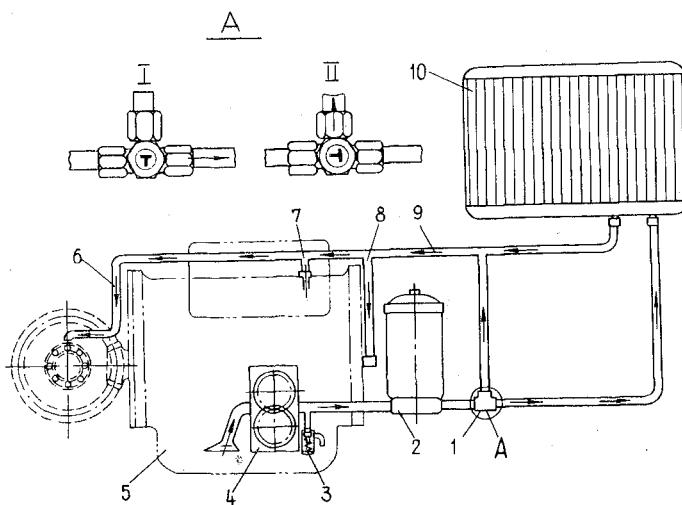

Рис. 60. Схема смазки трансмиссии:
*Порядок замены масла в системе смазки трансмиссии (рис. 60).*